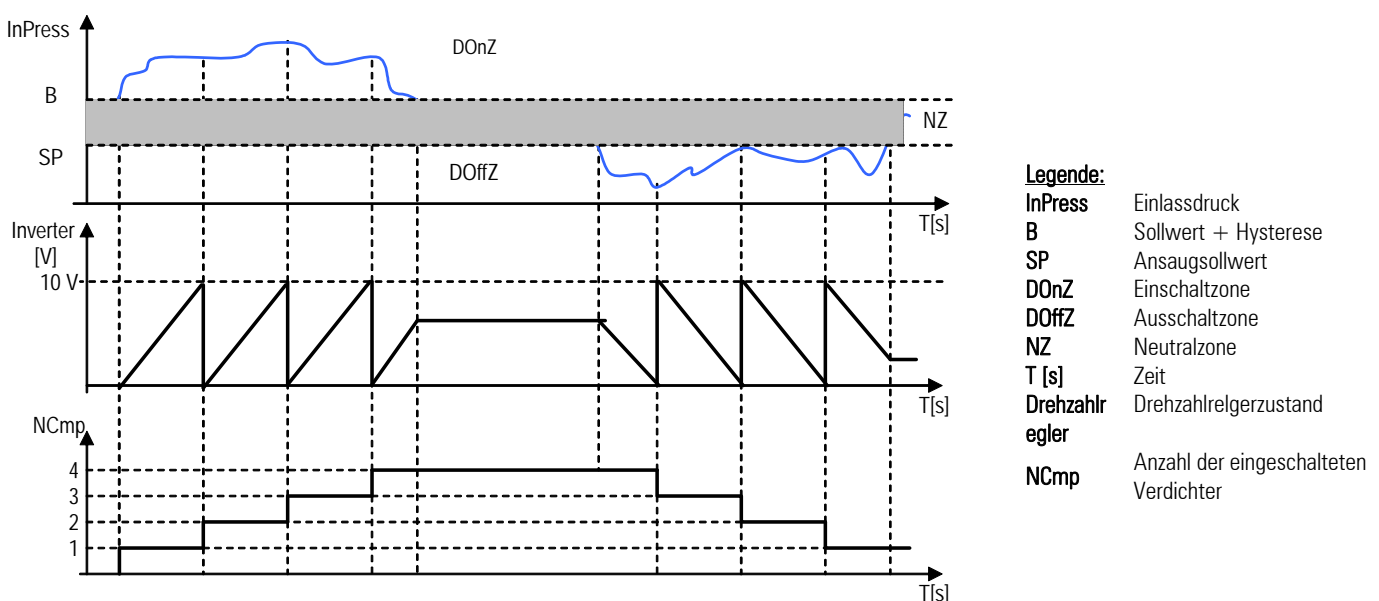

Abb. 5.1
**Neutralzonenregelung:** Der Drehzahlregler wird auf den ersten Verdichter eingestellt, der immer als Erster eingeschaltet und als Letzter ausgeschaltet wird. Die Regelung verlangt die Einstellung eines Offset-Wertes für die Drehzahlregelung, Maske S6, eines Sollwertes (SP) und einer Drehzahlreglerlaufzeit. Dabei werden drei Zonen festgelegt: die Einschaltzone DOnZ, die Neutralzone NZ und Ausschaltzone DOffZ. Siehe Abbildung 5.1.